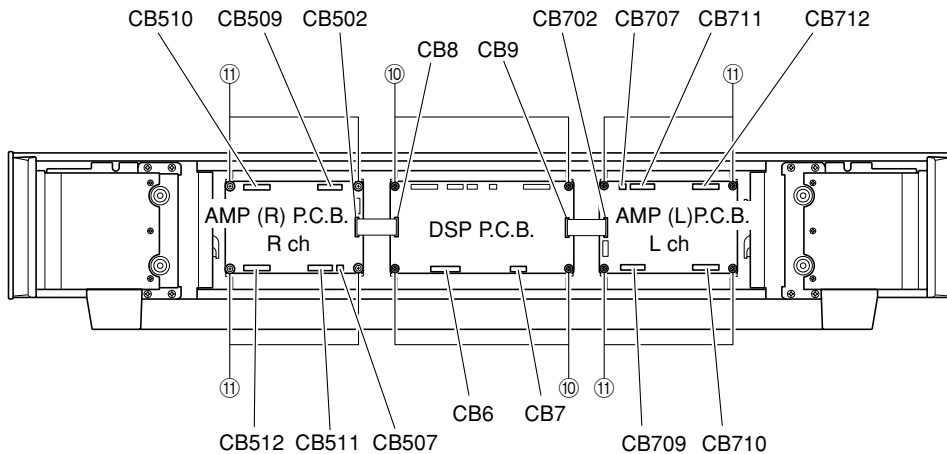

Fig. 5
**4. Removal of DSP P.C.B., AMP (L), (R) P.C.B.**
- a. Remove 4 screws (⑩). (Fig. 5)
- b. Remove CB6, CB7, CB8 and CB9. (Fig. 5)
- d. Remove 8 screws (⑪). (Fig. 5)
- e. Remove CB507, CB509, CB510, CB511, CB512, CB707, CB709, CB710, CB711 and CB712. (Fig. 5)
- f. Remove the AMP (L), (R) P.C.B..
**4. DSP P.C.B.、AMP(L)、(R) P.C.B.の外し方**
- a. ⑩のネジ4本を外します。(Fig. 5)
- b. コネクター CB6～9を外します。(Fig. 5)
- d. ⑪のネジ8本を外します。(Fig. 5)
- e. コネクター CB507、CB509～512、CB707、CB709～712を外します。(Fig. 5)
- f. AMP(L)、(R) P.C.B.を取り外します。